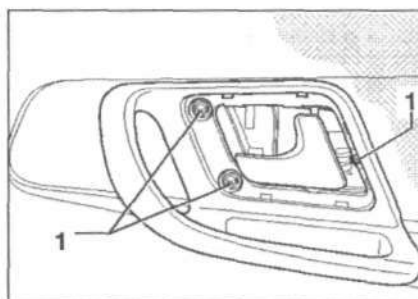

Рис. 13.33. Выкрутите винты 1.
5. Выкрутите винты 1 (рис. 13.33).